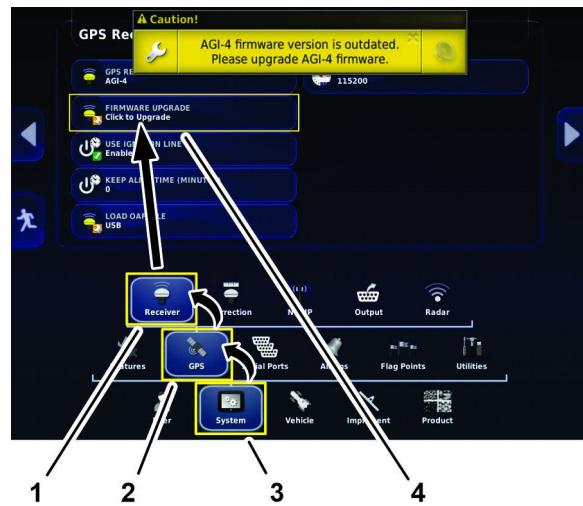

Figura 23
1. En la pantalla de configuración, pulse el ícono SISTEMA y el ícono GPS, y el ícono RECEPTOR (Figura 23).
2. En el cuadro de diálogo Receptor GPS, pulse el ícono ACTUALIZACIÓN DE FIRMWARE (Figura 23).